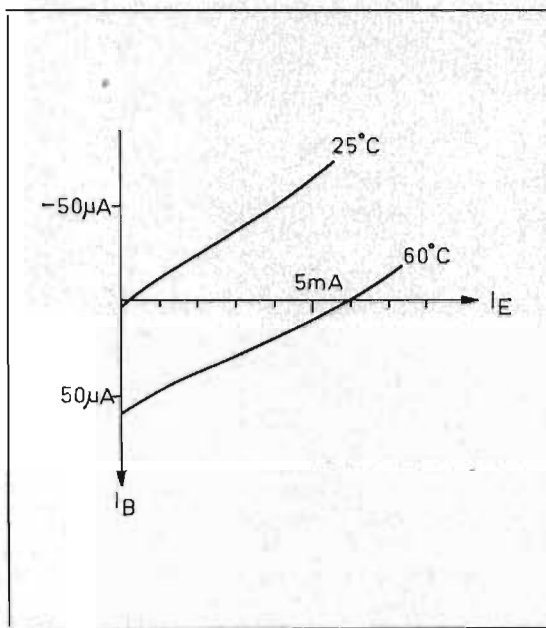

Fig 3
Ur mätteknisk synpunkt är definitionen naturligtvis praktisk, eftersom strömförstärkningsfaktorn brukar mätas vid temperaturer där inte läckströmmen spelar någon roll. Men kan någon tala om för mig hur man skall förklara fig. 3 med hjälp av formel (1)? Att använda formel (2)